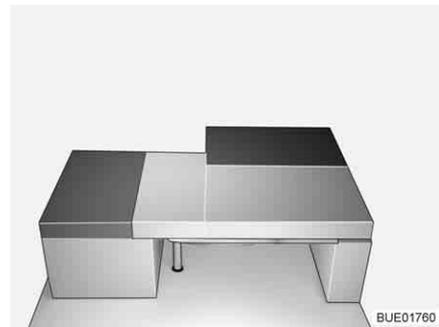

Fig. 137 Después de la transformación
- Colocar el cojín del respaldo del banco en la mesa (delante del cojín del asiento del banco, véase Fig. 137).
- Colocar el cojín del respaldo del banco lateral en la mesa (entre el cojín del asiento del banco lateral y los cojines del banco, véase Fig. 137).